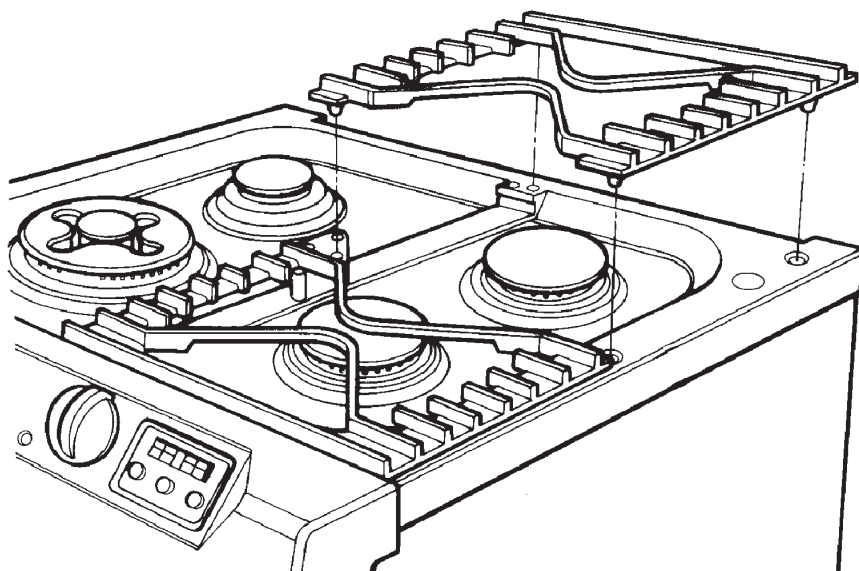

Abb. 20
2. Entfernen Sie die Topfständer und Brennerkappen (siehe Abb. 20).
3. Entfernen Sie die Brennersicherungsschrauben (10) und die Sicherungsmuttern (4) der Kochplatte.
4. Heben Sie die Brennermontageringe (4) ab.